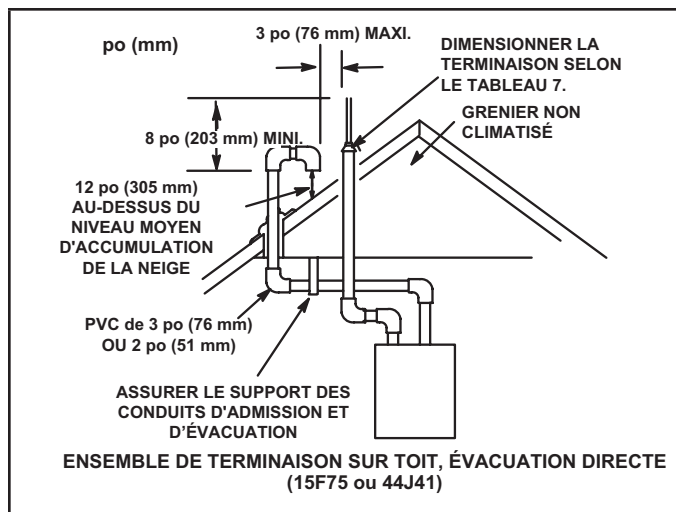

FIGURE 30
Les conduits d'admission et d'évacuation peuvent être acheminés soit horizontalement à travers un mur extérieur, soit verticalement à travers le toit. Pour les installations sous comble ou en placard, il est préférable d'utiliser une terminaison verticale à travers le toit. Les FIGURE 30 à FIGURE 38 illustrent des terminaisons typiques.
- 3 - Avec les terminaisons sur toit, le conduit d'admission doit comporter deux coudes à 90° et se terminer verticalement vers le bas (FIGURE 30).